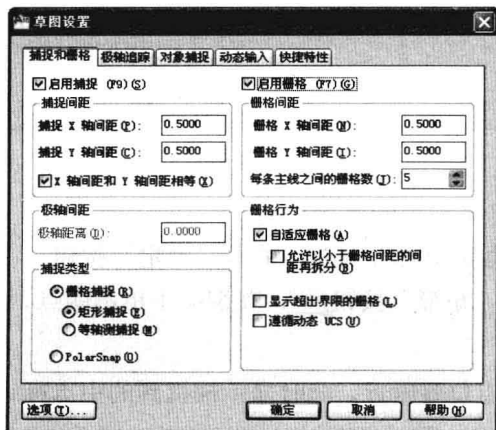

图 2-4-1
- 方法三：在状态栏中右击栅格或捕捉按钮，弹出快捷菜单，选择“设置”，打开草图设置对话框，在“捕捉和栅格”选项卡上，勾选“启用栅格”和“启用捕捉”复选框，如图 2-4-1 所示。在对话框中可设置栅格点的间距和捕捉间距。